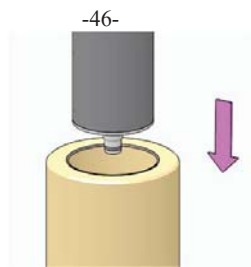

Рисунок 37
- вставить фильтр-картридж в корпус фильтра тонкой очистки полностью до упора штоком вниз (рисунок 37);